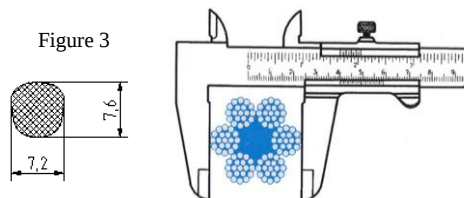

Figure 2
- L'extrémité du câble doit être propre et pointue -Figure 2.